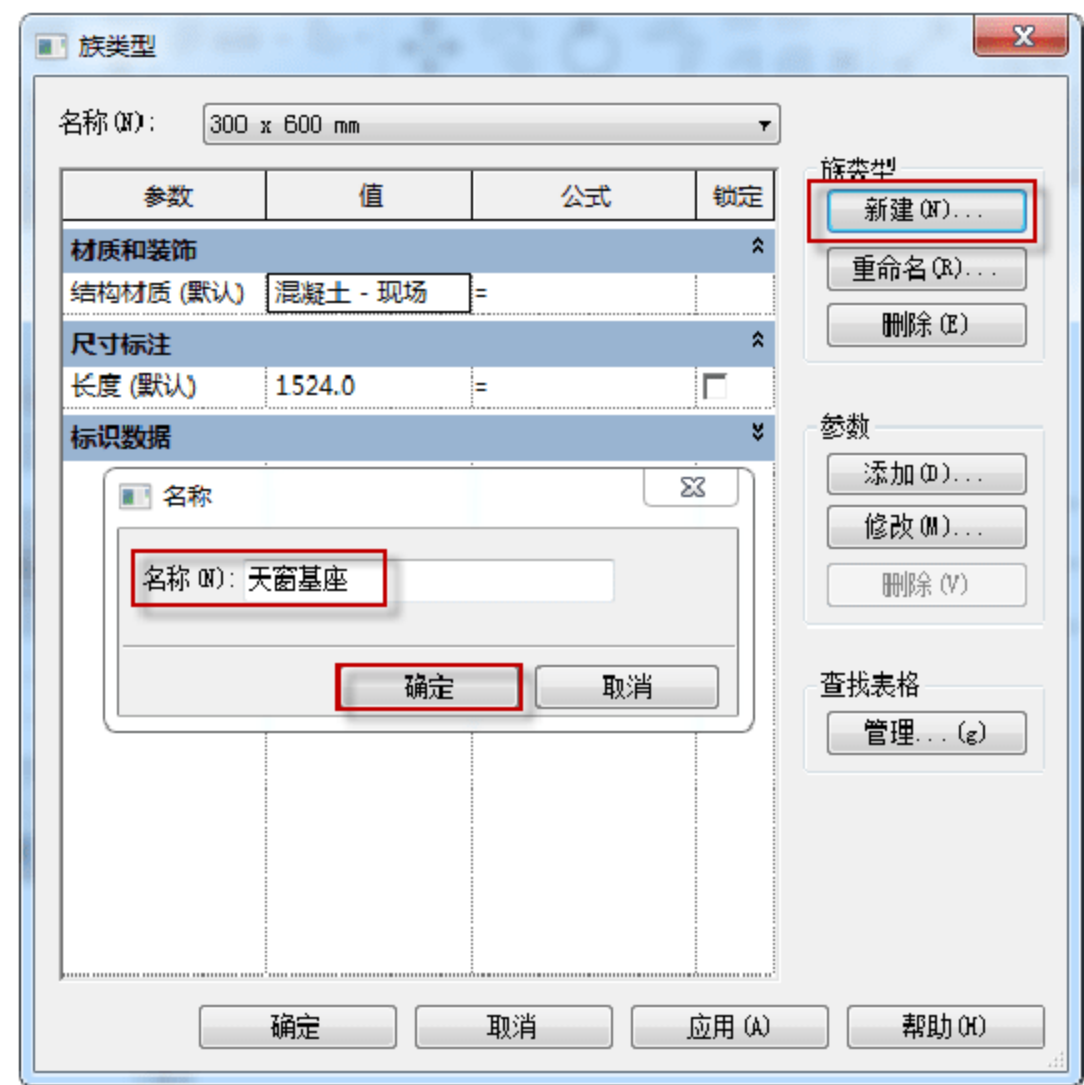

图 12.1.4 新建“天窗基座”
(4) 新建“天窗基座”。在返回的“族类型”对话框中，单击“新建”按钮，进入编辑名称对话框，在其中输入“天窗基座”字样，单击“确定”按钮，如图 12.1.4 所示。